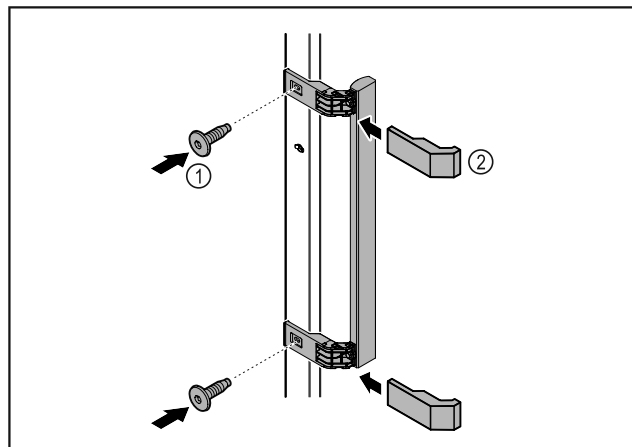

Fig. 9
- ▶ Szerelje fel az ajtóra a kilincset a csomagban található csavarok *Fig. 9 (1)* segítségével.
- ▶ Helyezze fel a fedelet *Fig. 9 (2)*.